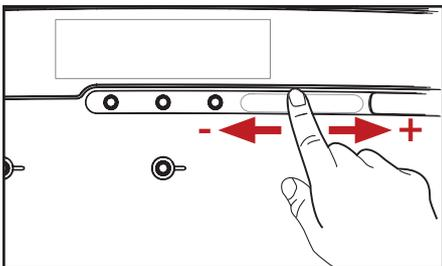

Fig. 4.6 - Preselección de intensidad
2. Pase el dedo sobre el control deslizante FORTALEZA para preseleccionar la intensidad de su bebida (fig. 4.6.).